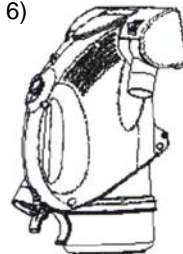

Fig. 6
1. Para sacar el polvo del contenedor, sostener la aspiradora parada en posición vertical para evitar que el polvo se caiga del contenedor. (Fig. 6)